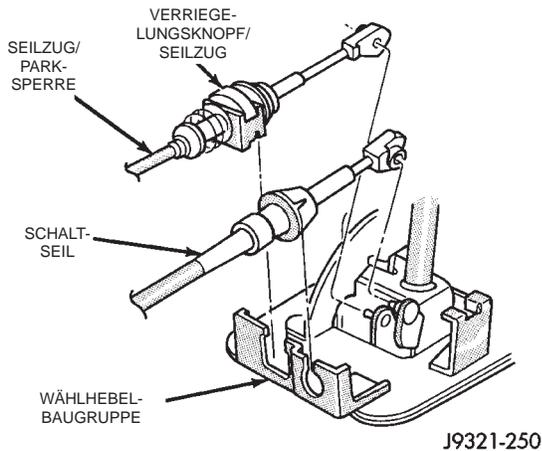

Abb. 176 Befestigung des Seilzugs/Parksperr
- (1) Wählhebel in Parkstellung bewegen.
- (2) Schrauben der Wählhebelblende und der Konsole herausdrehen. Blende und Konsole anheben, um Zugang zum Seilzug zu erhalten.
- (3) Seilzug-Verriegelungsknopf nach oben ziehen, um den Seilzug zu entriegeln (Abb. 176).
- (4) Zündschalter in Stellung LOCK drehen.
- (5) Distanzstück anbringen, so daß zwischen Schaltklaue und Schaltkulissen-Oberseite ein Spalt von einem Millimeter entsteht.